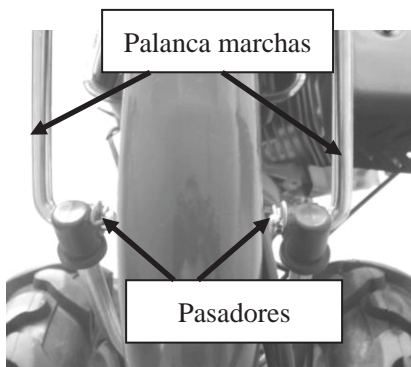

Figura 20
- Coloque la chaveta y la palanca de cambios. Ver figura 20.